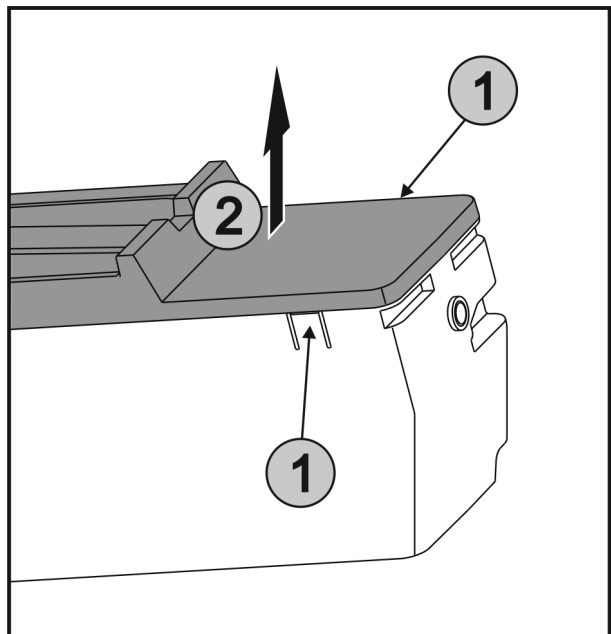

Fig. 39
- ▶ Apăsăți simultan eclisele Fig. 39 (1) de pe ambele părți ale EasyTwist-Ice și scoateți capacul Fig. 39 (2) în sus.